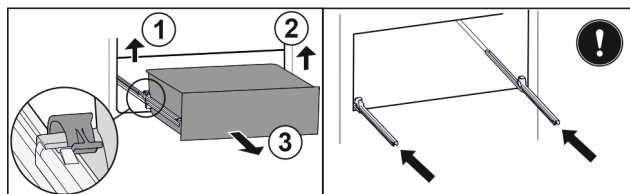

Fig. 229
- ▶ Podignite lijevu stezaljku i istovremeno izvucite ladicu lijevo prema naprijed. Fig. 229 (1)
- ▶ Podignite desnu stezaljku i istovremeno izvucite ladicu desno prema naprijed. Fig. 229 (2)
- ▶ Izvadite ladicu prema naprijed. Fig. 229 (3)